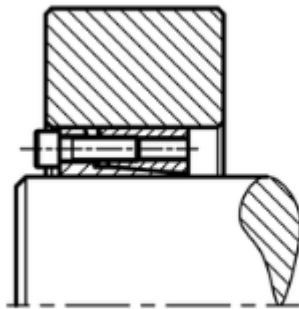
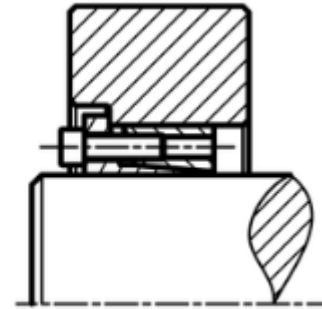

Fig. 7
Fig. 8
- II. Colocar os parafusos nos anéis e centrar o cubo (vide Fig 7 e Fig 8).
- IV. Apertar os parafusos por igual em forma de cruz em duas ou três etapas, até atingir o torque de aperto (MA) indicado na próxima tabela.